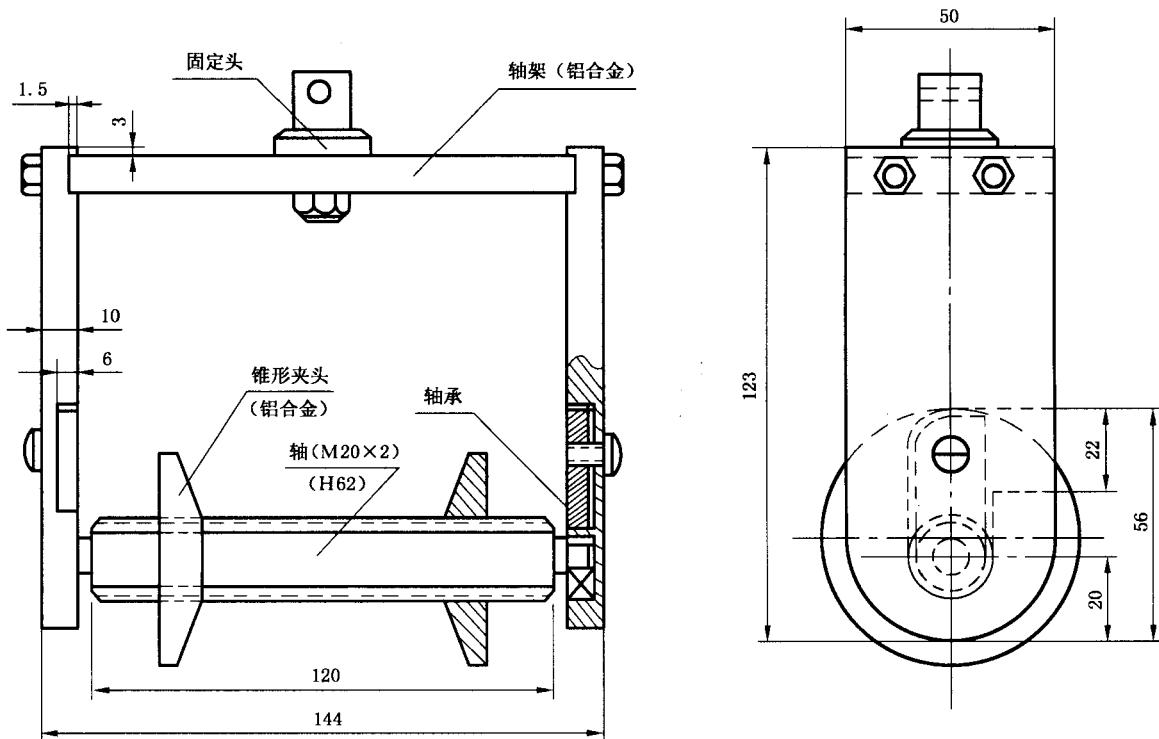

图 1 解卷夹具
3.2 解卷夹具:它的结构见图 1 所示,并且锥形夹头的轴产生旋转力应小于 0.2 N。
注：旋转力的检验方法是把解卷夹具按图 1 组装并悬挂起来，用一小条胶粘带把一根头发状细丝的一端固定在轴的中部，然后把它在轴上密缠数圈，把一个重 20 g 磁码悬系在另一端，若磁码能带动轴旋转即符合要求。